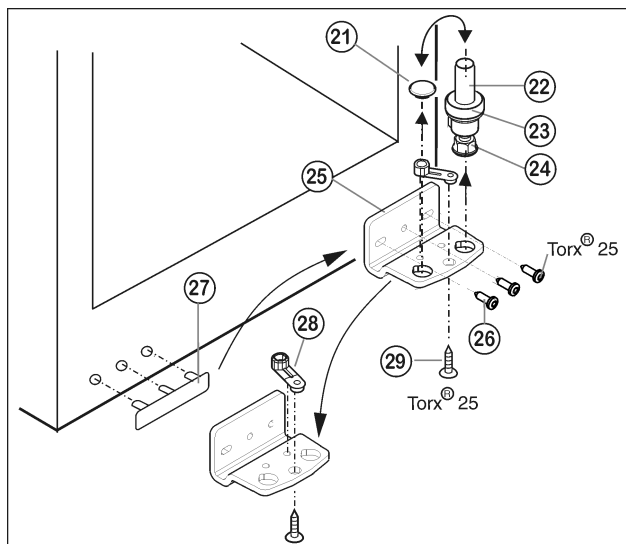

Fig. 5
- ▶ Ložiskový čep Fig. 5 (22) včetně podložky Fig. 5 (23) a seřizovací nožky Fig. 5 (24) vytáhněte nahoru.
- ▶ Zátku Fig. 5 (21) odstraňte.
- ▶ Stojan ložiska Fig. 5 (25) odšroubujte Fig. 5 (26).
- ▶ Ložiskový díl Fig. 5 (28) odšroubujte Fig. 5 (29) a přemístěte jej do protilehlého upínacího otvoru stojanu ložiska, pak ho znovu pevně přišroubujte.
- ▶ Krytku na straně madla Fig. 5 (27) opatrně vytáhněte a přemístěte na druhou stranu.
- ▶ Stojan ložiska Fig. 5 (25) na nové straně závěsu zase přišroubujte příp. pomocí akumulátorového šroubováku (**momentem 4 Nm**).
- ▶ Zátku Fig. 5 (21) zase vložte do druhé díry.
- ▶ Ložiskový čep Fig. 5 (22) včetně podložky a seřizovací nožky zase nasadte. Přitom dávejte pozor, aby zajišťovací vačka směřovala dozadu.
- ▶ Dveře nasadte shora na spodní ložiskový čep Fig. 5 (22).
- ▶ Dveře případně pomocí obou podélných děr ve spodním stojanu ložiska Fig. 5 (25) vyrovnejte tak, aby lícovaly se skříňní přístroje. Vyšroubujte prostřední šroub.